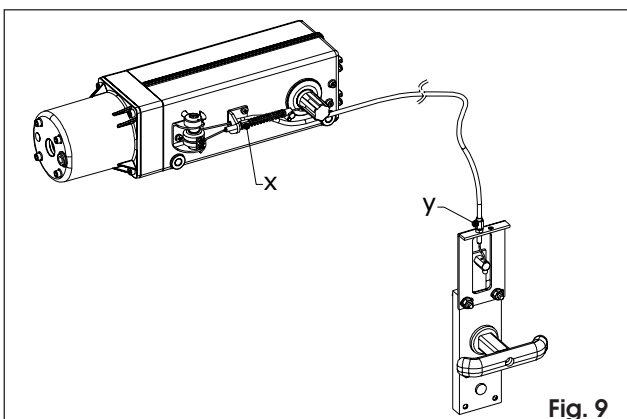

Fig. 9
- 12) Infine, **regolare** la buona funzionalità dello sblocco tramite i registri **X** e **Y**, come in Fig.9.
- 12) Finally **adjust** the release device so that it is perfectly functional using adjuster screws **X** and **Y** as shown in Fig.9.
- 12) Enfin, **régler** le déclenchement du déverrouillage au moyen des vis d'ajustement **X** et **Y**, comme indiqué en Fig.9.
- 12) Finalmente, **regular** el funcionamiento del dispositivo mediante los registros **X** e **Y**, como ilustra la Fig.9.
- 12) Mit den Register **X** und **Y** schließlich gem. Abb. 9 den Betrieb der Notentriegelung **einstellen**.